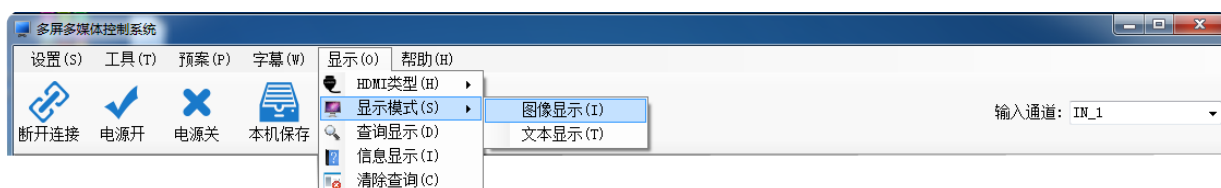

图 2.11.2 显示模式
2) 显示模式：显示模式包括图像显示、文本显示，点击使用显示模式的两种显示方式，如图 2.11.2